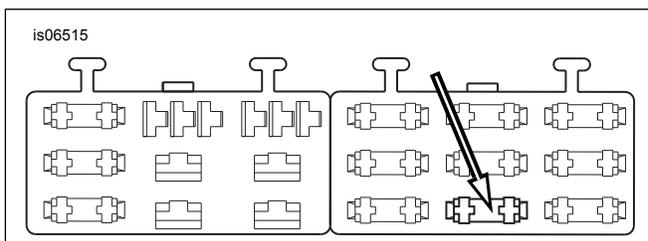

Abbildung 8. Sicherungsblockhohlraum „OPEN“ (Dyna-Modelle ab 2004)
4. Siehe Abbildung 8. Den als „OPEN“ (nicht belegt) ausgewiesenen Sicherungshohlraum (1) an der Sicherungsblockabdeckung im rechten Sicherungsblock ausfindig machen. Den Kontakt des orange/weißen Adapterkabels bis zum Anschlag einführen. An einem benachbarten, im Werk eingebauten Kontakt orientieren, um zu prüfen, ob der Kontakt richtig ausgerichtet und tief genug eingesetzt ist.